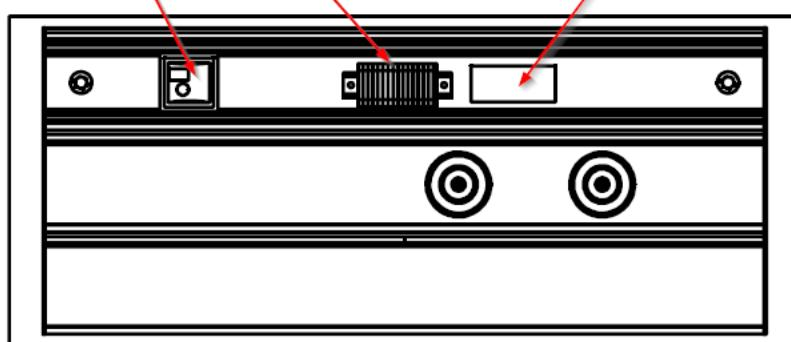

Abb. 8 Detailansicht der elektrischen Anschlusspunkte an AURA
Die Strom-, Sprach- und Datenleitungen werden über eine Öffnung (1) in das Gerät eingeführt, deren Größe und Position in der Installationszeichnung des Geräts angegeben sind. Die Stromleitungen münden in einer gemeinsamen Klemmleiste (2), mit Ausnahme der Sprach- und Datenleitungen, die direkt an den entsprechenden Mechanismus (3) angeschlossen werden. (Siehe Abb. 8).